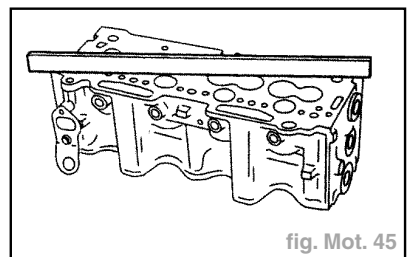

fig. Mot. 45
- Défaut maximum de planéité : 0,05 mm (fig. Mot. 45).